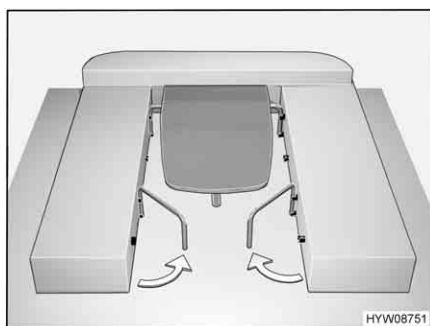

Fig. 47 Preparazione per la trasformazione dei letti
- Sganciare le due staffe di supporto dal vano sedile sinistro e destro e ruotarle di circa 45° come illustrato nella Fig. 47.